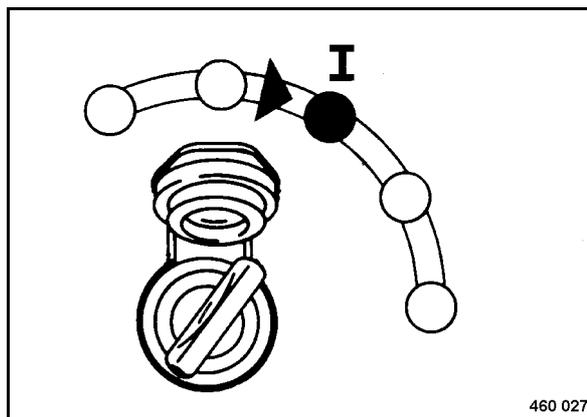

Рис. 51
- Повернуть ключ зажигания (Рис. 51) в положение "1".